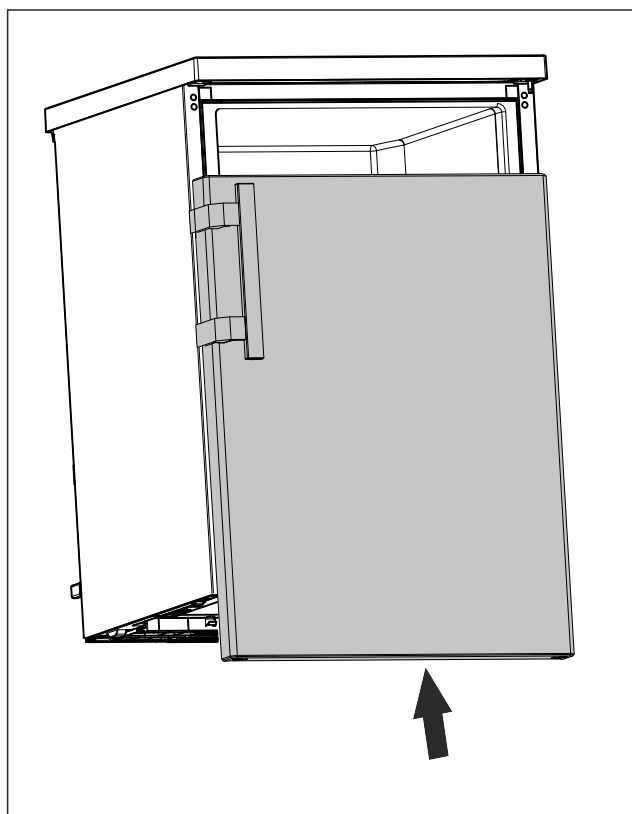

Fig. 23
- Inserire la porta chiusa sul perno superiore. (vedere Fig. 23)